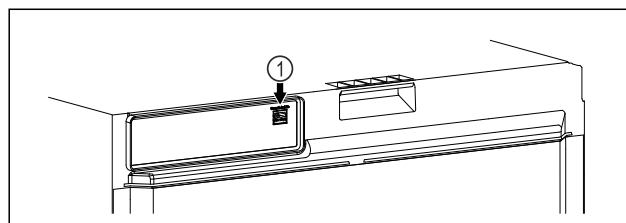

Fig. 115
- ❑ Le SmartModule Fig. 115 (1) est installé.